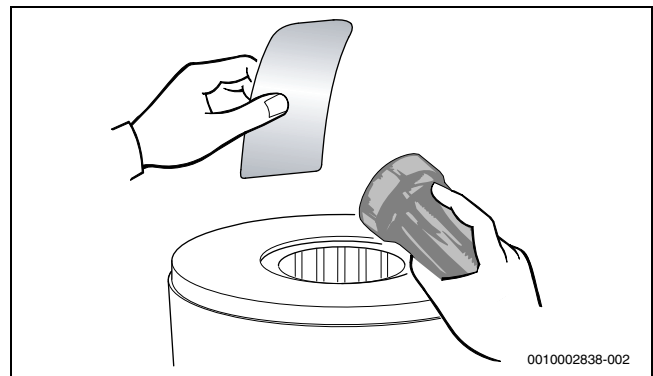

Bild 31 Wärmeblock auf Rückstände prüfen
- ▶ Wärmeblock erneut auf Rückstände prüfen (→ Bild 31).